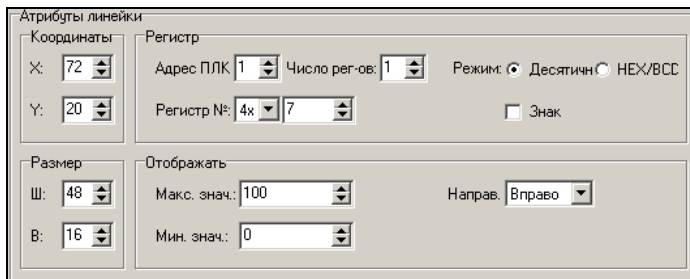

Рис. 7.8. Атрибуты элемента «Линейка»
10.3 Задать атрибуты «линейки» (см. рис. 7.8).